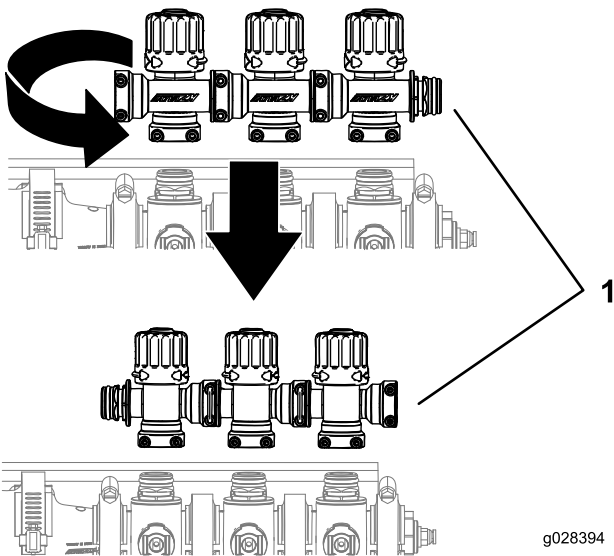

図 11
5. ブームバイパスバルブ・クラスタを 図 11 に示すように180°回転させる。